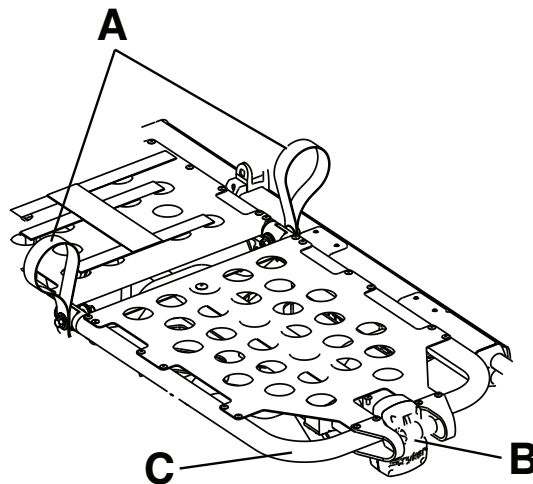

Figure 13 – Relève-jambes
1. Lever n'importe laquelle des boucles de levage rouges (A) jusqu'à ce que le relève-jambes se trouve à la position la plus élevée (Figure 13).